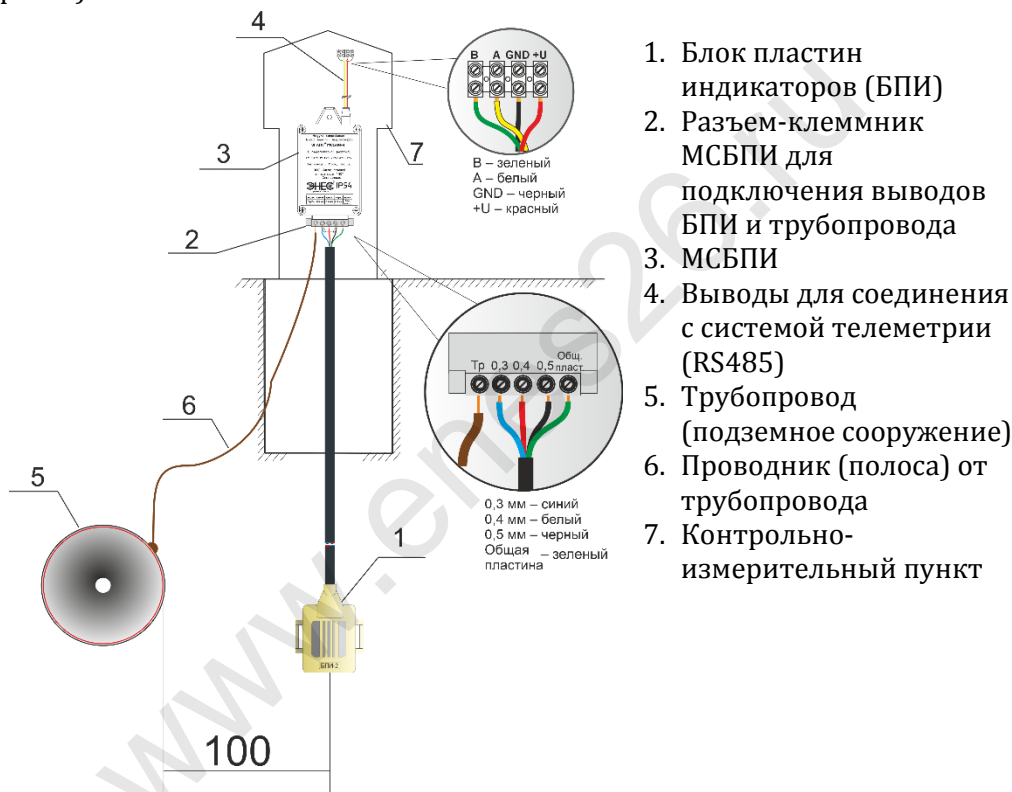

Рисунок 3
9.1 МСБПИ предназначен для размещения в закрытых помещениях (объемах) с естественной вентиляцией без искусственно регулируемых климатических условий, где колебания температуры и влажности воздуха и воздействие песка и пыли существенно меньше, чем на открытом воздухе, (категория размещения 3 по ГОСТ 15150). Рекомендуется размещать МСБПИ в контрольно-измерительном пункте (рис. 3).